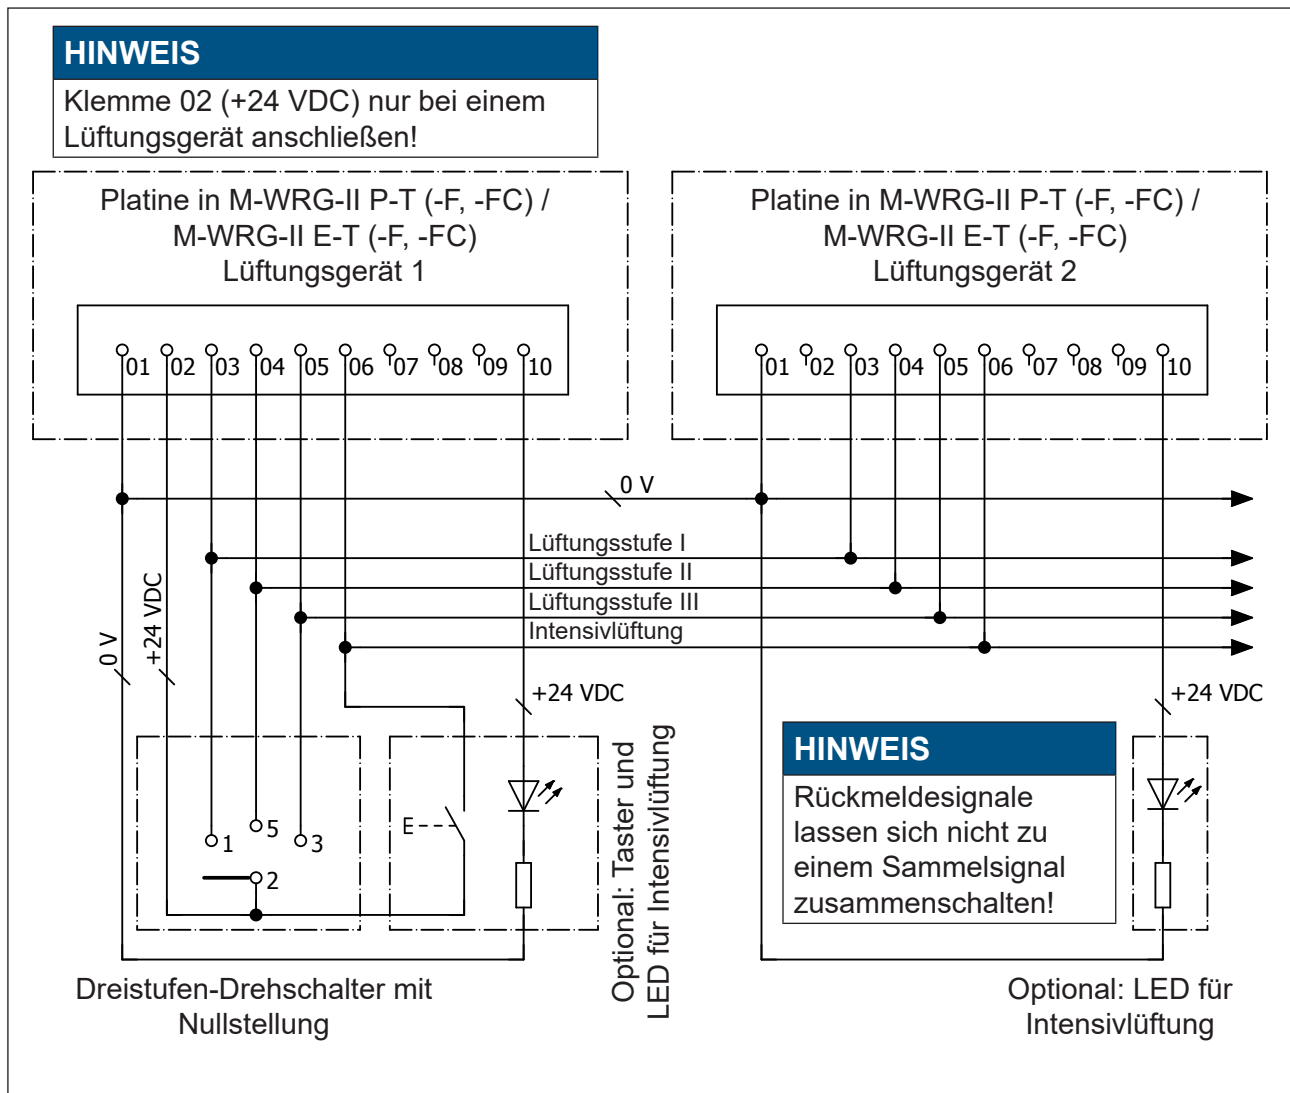

Abb. 37: Schaltplan für die Verdrahtung von M-WRG-II P-T (-F, -FC) / M-WRG-II E-T (-F, -FC)-Lüftungsgeräten mit Steuerkabel und optionalem Taster/LED
- ▶ Schließen Sie das Steuerkabel und den optionalen Taster/LED an die Platinen der Lüftungsgeräte an (siehe Anschlussbelegung in Abschnitt 16.7.1 und Schaltplan in Abb. 37 auf Seite 56).
- Die Klemmen 01 (0 V) aller Lüftungsgeräte müssen miteinander verbunden werden (siehe Abb. 37).
- Die Klemme 02 (+24 V DC) des Dreistufen-Drehschalters darf nur an die Klemme 02 eines einzigen Lüftungsgerätes angeschlossen werden (siehe Abb. 37).